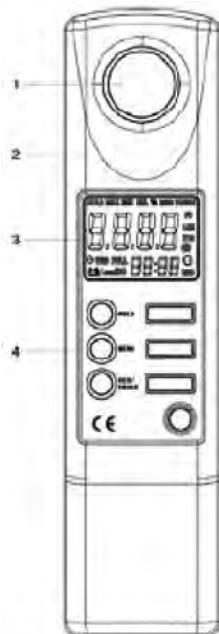

Figura 1
1. Estructura del luxómetro (Figura 1,Tabla 1)